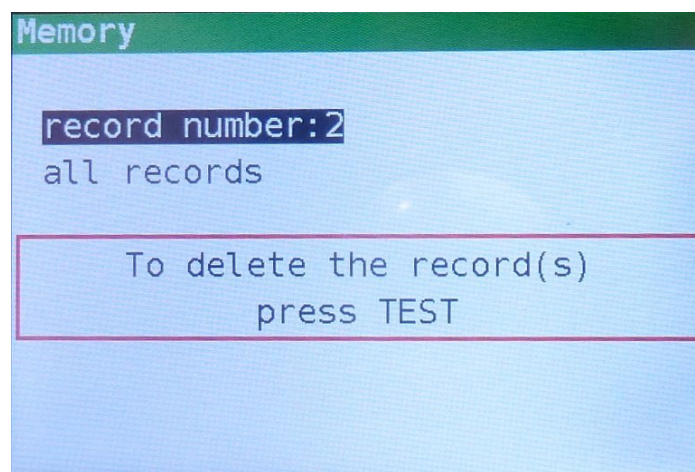

Abbildung 8.8: Löschbildschirm
- Schritt 3** Drücken Sie die RECHTS-Taste, der folgende Bildschirm wird angezeigt (Abbildung 8.8).